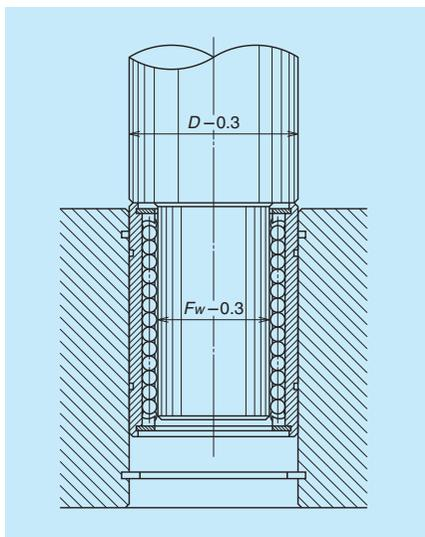

图 10 直线滚珠滑块的安装工具示例
① 关于壳体的内径，请根据表 2 (B370 页) 的推荐值。特别需要注意的是：当内径小或真圆度或圆筒度大的时候，由于整个轴承的收缩而导致产生过大的预紧，从而引发意外事故。
② 安装轴承时，请用图 10 所示的工具推入或使用垫铁轻轻地敲进去。